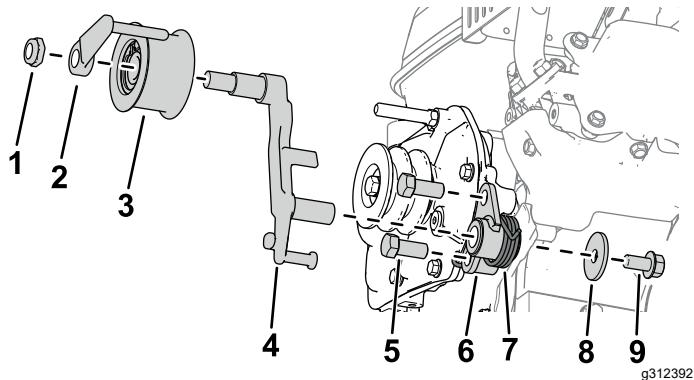

Bild 3
5. Montieren Sie die Kupplungshalterung mit zwei Schrauben (7/16" x 1") am Getriebe, wie in Bild 3 dargestellt.
6. Befestigen Sie den Kupplungshebel an der Kupplungshalterung (Bild 3).
(3/8" x 3/4") an der Kupplungshalterung, wie in Bild 3 dargestellt.
8. Montieren Sie die Spannscheibe mit einer Riemenführung und einer Sechskantmutter am Kupplungshebel (Bild 3).